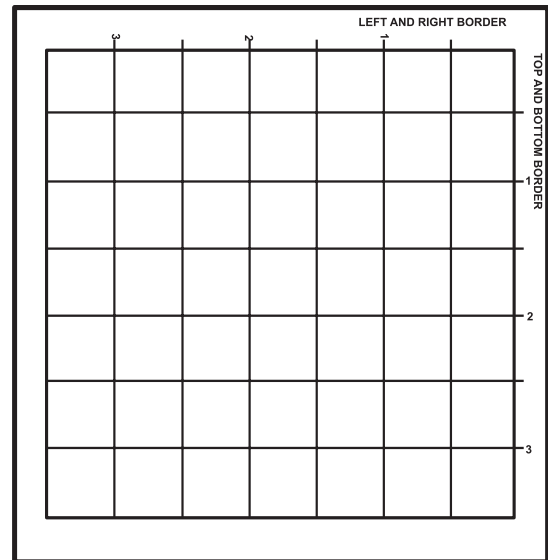

Fig. 2
- Guide-bordure (Fig. 2) – grille de mesure blanche avec espacements des lignes de 1/16 po et butée d'alignement de coin au verso.
- Randschablone (Abb. 2) - Ein weißes Raster mit parallelen Linien im Abstand von 1/16" (Zoll) sowie ein Anschlagpunkt für die Eckeinstellung auf der Unterseite.
- Guida per bordi (Fig. 2): griglia di misurazione bianca con linee distanziate in multipli di 1/16" e un fermo angolare di allineamento sul lato inferiore.
- Guía de bordes (Fig. 2): grilla de medición en blanco con líneas espaciadas que aumenta de a 1/16" y un tope de alineación en la esquina sobre la parte inferior.